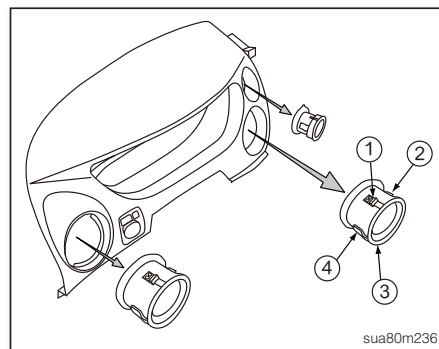

图42
14. 从仪表左侧饰板背后按下驾驶侧出风口扣钩①~④ (如图42), 并将出风口向外抽出, 取出出风口。